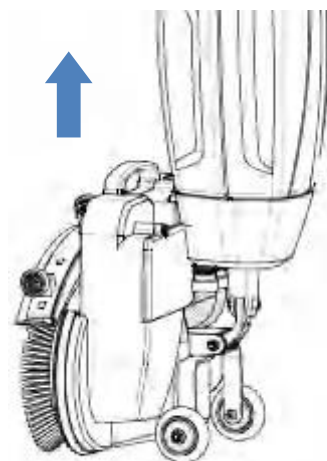

Рисунок 2
7. Используйте ручку в задней части машины, чтобы поднять ее с земли, и положите его в коробку (Рисунок 2).